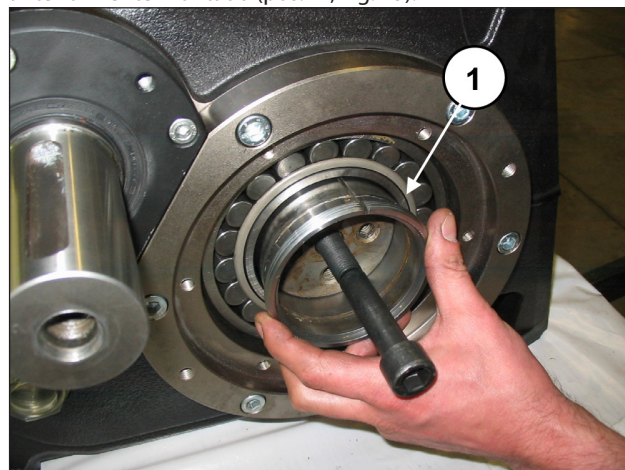

Fig. 75
Insira parcialmente as duas bússolas de pressão, mantendo o mecanismo de percussão elevado, mediante o pino M16 anteriormente montado (pos. ①, Fig. 75).